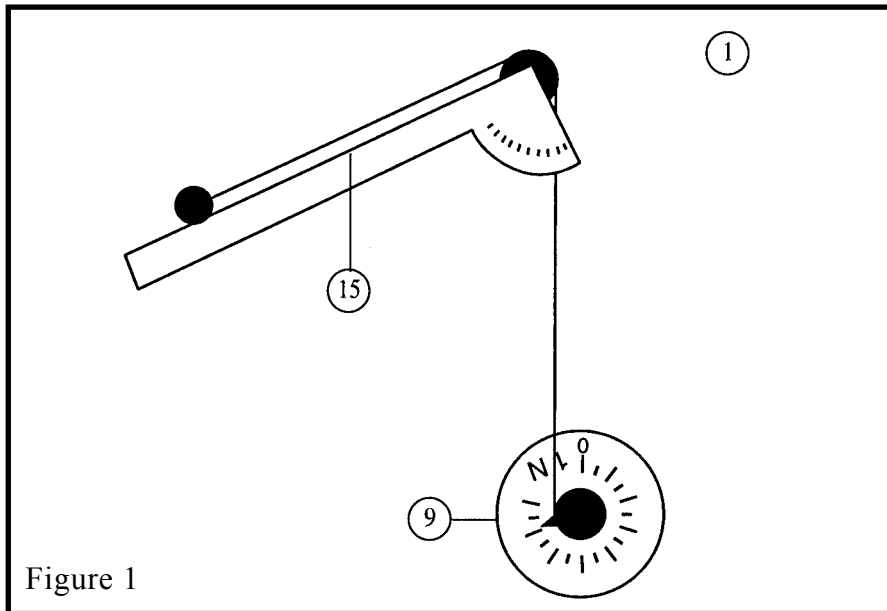

Figure 1
2) J'incline le plan d'un angle quelconque (voir fig.1) et je compare l'intensité de la tension \vec{T} du fil, mesurée à l'aide d'un dynamomètre, à l'intensité du poids \vec{P} .